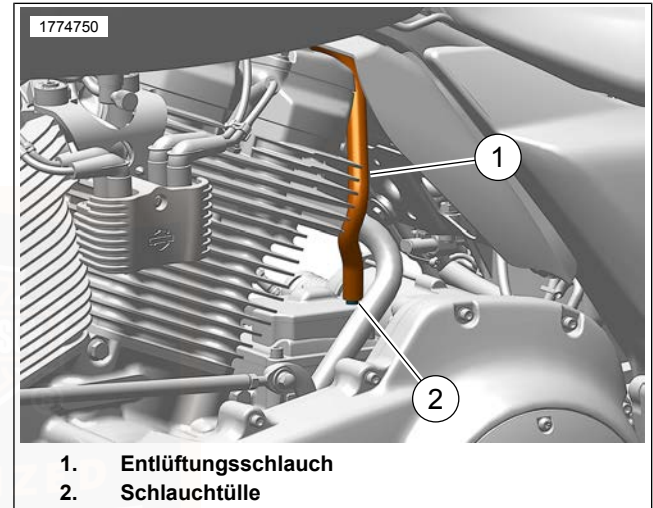

Abbildung 102. Entlüftungsschlauch
1. Siehe Abbildung 102. Den Entlüftungsschlauch (1) gerade nach oben von der Schlauchtülle (2) an der Oberseite des Getriebes abziehen.